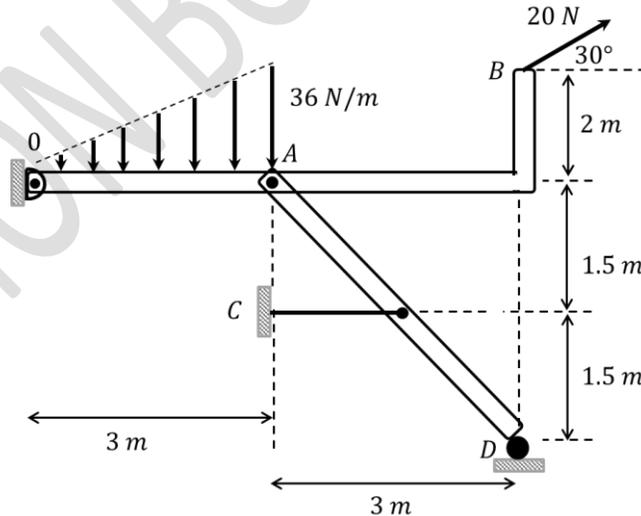

Fig. 9.7.
9.7.- Determinar el valor de las reacciones en el pasador A del armazón mostrado en la Fig. 9.7.